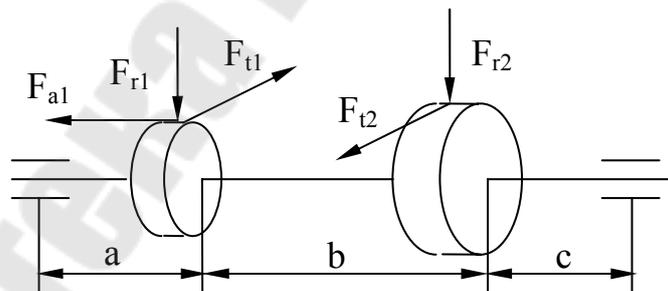

Рис. 4.4
5. Сделать уточненный расчет вала для заданной схемы (рис. 4.4), если  $F_{t1} = 1500$  Н,  $F_{r1} = 558$  Н,  $F_{r2} = 750$  Н,  $F_{t2} = 279$  Н и  $F_{a1} = 318$  Н. Исходные данные приведены в табл. 4.5